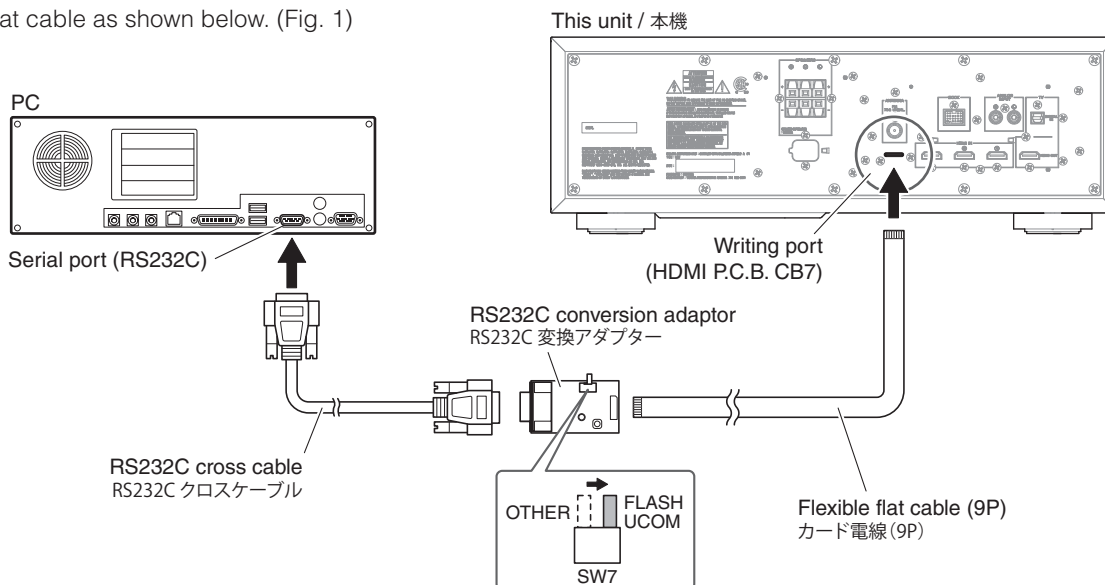

Fig. 1
1. Set the switch (SW7) of RS232C conversion adaptor to the "FLASH UCOM" position. (Fig. 1)
2. Connect the writing port (CB7 of HDMI P.C.B.) located on the rear panel of this unit to the serial port (RS232C) of the PC with RS232C cross cable, RS232C conversion adaptor and flexible flat cable as shown below. (Fig. 1)
1. RS232C 変換アダプターのスイッチ (SW7) "FLASH UCOM" 側に設定します。 (Fig. 1)
2. 本機の書き込み用ポート (HDMI P.C.B. の CB7) と PC のシリアルポート (RS232C) を下記のように接続します。 (Fig. 1)